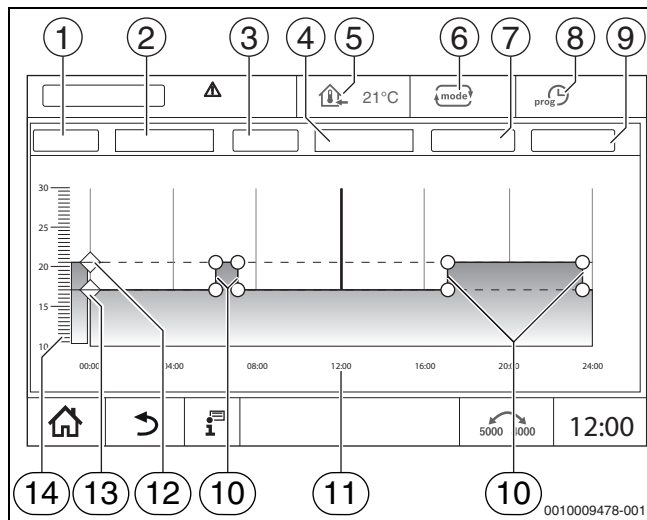

Fig. 26 Program temporizat
- ▶ Apăsați simbolul  și mențineți-l apăsat în timp ce îl deplasați către temperatura dorită (→ fig. 26, [15], pagina 24).
- Atingeți simbolul  și din lista de opțiuni alegeți ziua săptămânii (→ Fig. 26, [2], pagina 24) și programul dorit (→ Fig. 26, [4], pagina 24).